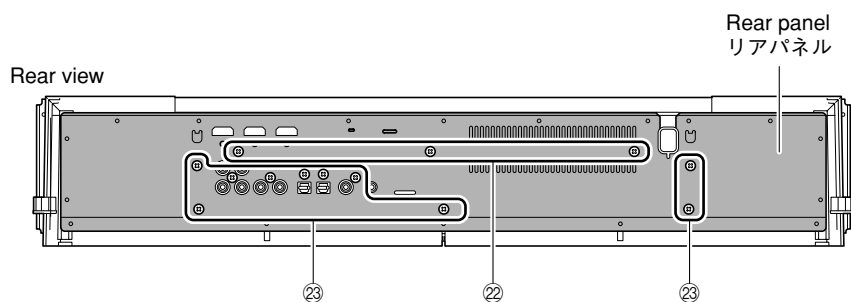

Fig. 6
- Remove 3 screws (22). (Fig. 6)
- Remove 10 screws (23) and then remove the rear panel. (Fig. 6)
- 22のネジ3本を外します。(Fig. 6)
- 23のネジ10本を外し、リアパネルを取り外します。(Fig. 6)